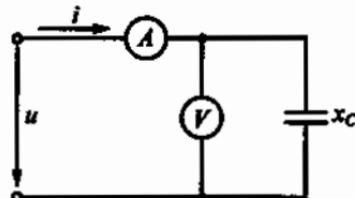

Рис. 94
3.48. Напряжение на зажимах цепи, показанной на рис. 94, $u = 100 \sin 314t$. Каковы показания амперметра и вольтметра, если $x_C = 100 \Omega$?